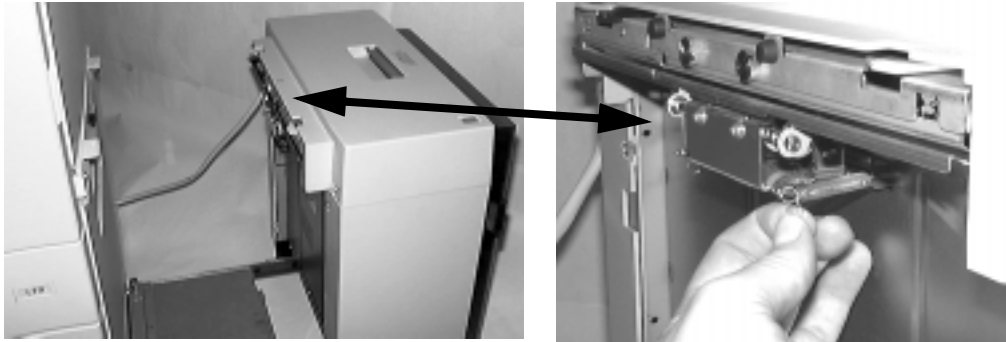

Abbildung 4-57 HLZ-Rückseite und Federn an der unteren Walzeneinheit
3. An der Rückseite der HLZ-Einheit finden Sie Haltefedern, die Druck auf die untere Walzeneinheit ausüben. Nehmen Sie diese Federn vorsichtig ab (siehe Abbildung 4-57). Diese Federn sind an der unteren Walzeneinheit angebracht.